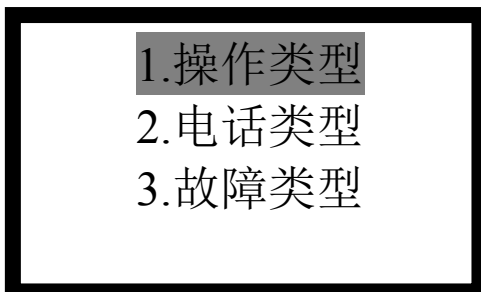

图 4-5
- 选择“2.类型顺序”, 进入如图4-5所示的界面, 有3个子菜单。用户可根据历史信息类型, 更快的查看相应的信息。操作类型包括开机、自检、复位和注册等信息; 电话类型包括呼入、呼出、接听、挂断、拒接、取消呼入、取消呼出、全局挂断和无人接听等信息; 故障类型包括总线短路、故障、插孔短路、插孔断路和故障恢复等信息。